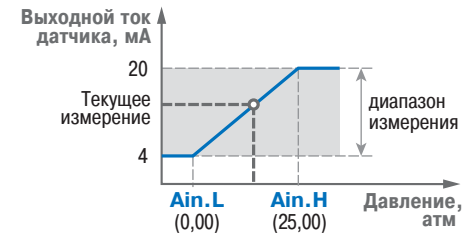

Рис. 4. Пример задания диапазона измерения активного датчика
**Пример.** При использовании датчика с выходным током 4...20 мА, контролирующего давление в диапазоне 0...25 атм., в параметре **Ain.L** задается значение 00,00, а в параметре **Ain.H** – значение 25,00 (см. рис. 4). После этого обработка и отображение показаний будет производиться в атмосферах.